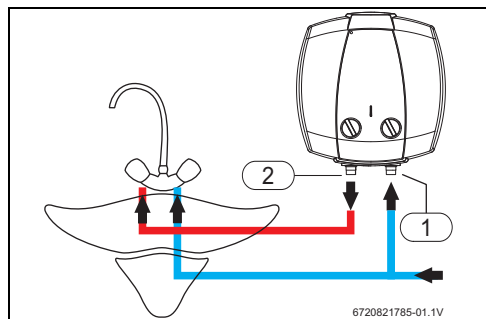

Рис. 7 Монтаж над раковиной
- Обозначьте трубы горячей и холодной воды соответствующим образом, чтобы не перепутать их (→ рис. 7 и 8).